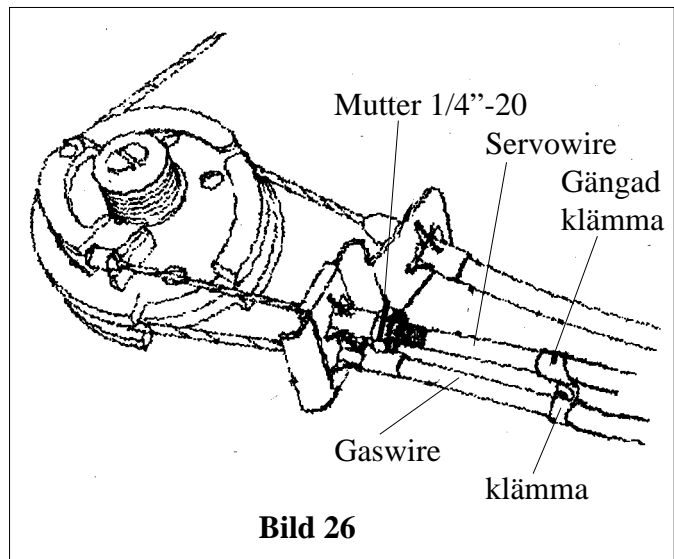

Bild 26
- OBS: OM du inte använder den andra 1/4" - 20 muttern, montera en klammer och den gängade klammern 152-178mm från infästningen (bild 26). Detta kommer att hindra servowiren från att dra sig ur infästningen.